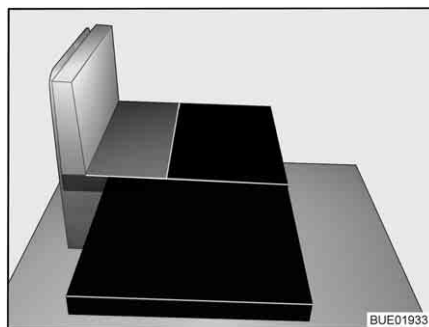

Fig. 57 Dopo la trasformazione
- Adagiare il cuscino aggiuntivo grande sul rivestimento del cuscino (vedere Fig. 57).